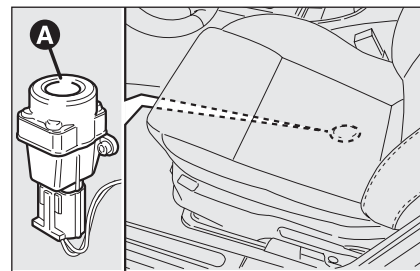

fig. 53
Per riattivare l'interruttore blocco combustibile premere il pulsante **A-fig. 53**.
- ☐ premere il pulsante **A-fig. 53** per riattivare l'interruttore blocco combustibile;